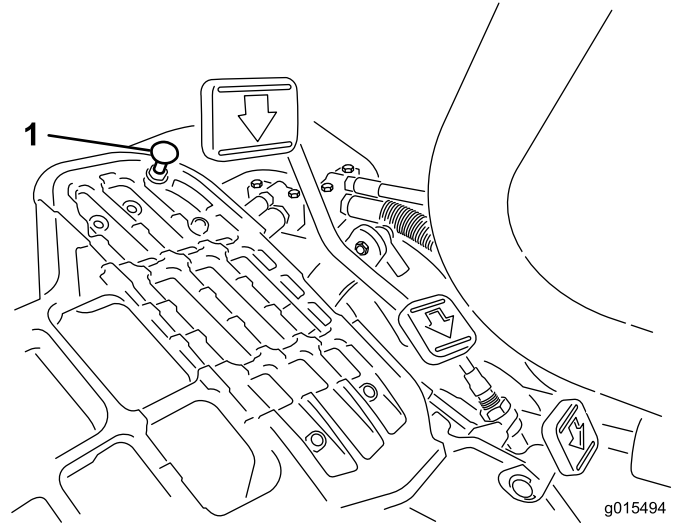

図 49
走行ペダルを踏み込んでみてください。ケーブルに張力が掛かる前にペダルがストップ（図49）に当たる場合には調整が必要です。
1. ペダル・ストップをフロア・プレートに固定しているフランジヘッド・ロックナットをゆるめる（図49）。